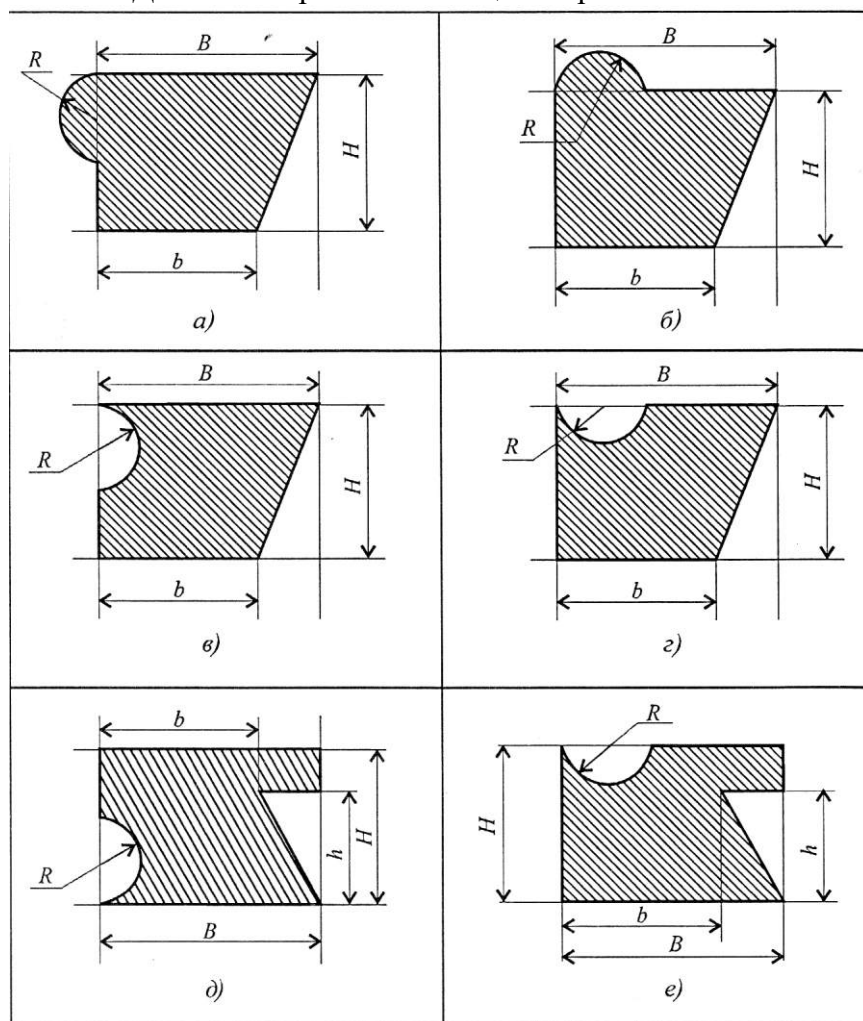

Рис. 22
**Расчетно-графическая работа 4. Тема 1.5. Определить координаты центра тяжести сечения. Данные выбрать из таблицы 4 и рис.22.**